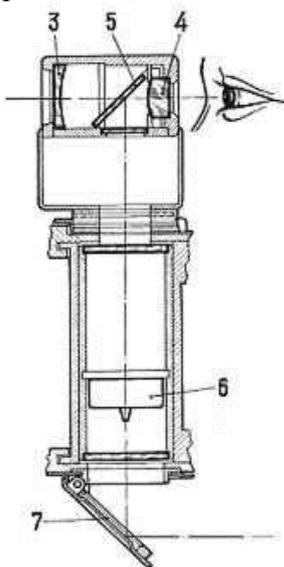

Рис. 2
2. Видоискатель (**рис. 2**) состоит из передней линзы 3, задней линзы 4 и полупрозрачного зеркала 5.